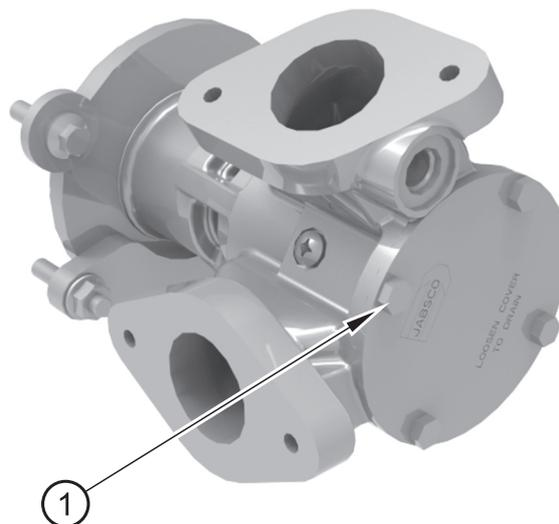

Figura 9
2. Svitare i quattro bulloni (figura 9 voce 1) che fissano la piastra terminale della pompa dell'acqua ausiliaria e rimuovere la piastra. Una volta rimossa la piastra terminale della pompa dell'acqua ausiliaria, dalla pompa uscirà acqua ausiliaria.